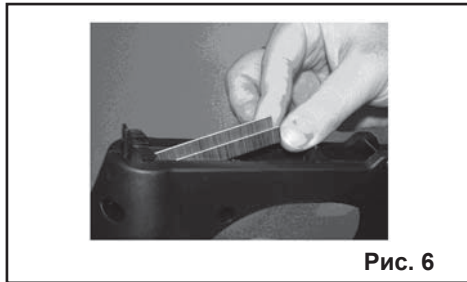

Рис. 6
7.1.3. Установите скобы в магазин (9), как показано на Рис.6.